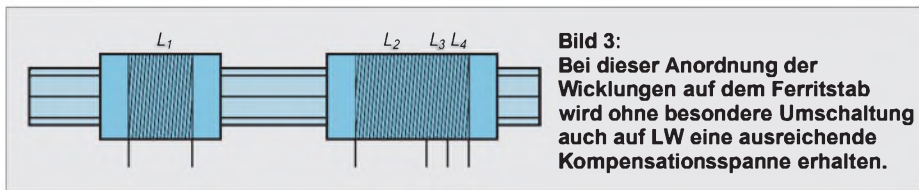

Bild 3: Bei dieser Anordnung der Wicklungen auf dem Ferritstab wird ohne besondere Umschaltung auch auf LW eine ausreichende Kompensationsspanne erhalten.
Um die vom Wellenbereich abhängigen Unterschiede in der Abgleichscharfe von $C1$ kleinzuhalten, wurden $L3$ und $L4$ fester an $L2$ (LW) gekoppelt als an $L1$ (MW). $R1$ wurde zur Dämpfung vorgesehen, da sonst die LW-Bandbreite unter 3 kHz lag. Die den Wicklungen zugeordneten Windungszahlen gelten einem Ferritstab von 20 cm Länge, $L1$ Hf-Litze 20 mm × 0,05 mm, sonst 10 mm × 0,05 mm oder Volldraht 0,08 mm CuSS. Bild 3 zeigt die Anordnung der beiden Spulen auf dem Ferritstab.